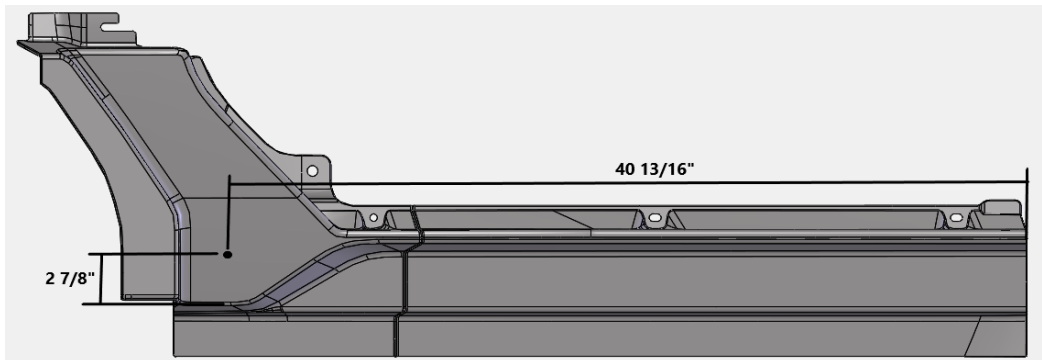

Fig. 1 – Referencia para el paso 3 (Lado del piloto mostrado)
3. Perfore un agujero de 9/32" a 40 13/16" del borde trasero del panel estribo y a 2 7/8" del fondo del panel estribo para que pasen los pernos de 1/4" a través como se muestra en la Fig. 1.